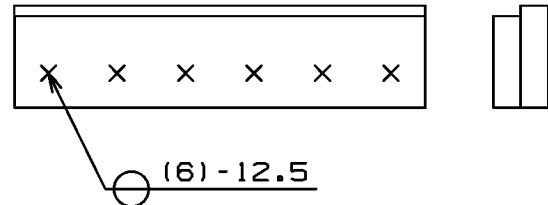

図9—スポット溶接の誤った矢印の付け方及び誤った打点記号の例
- 転写された記号 “×” は使用しない (図 9 参照)。